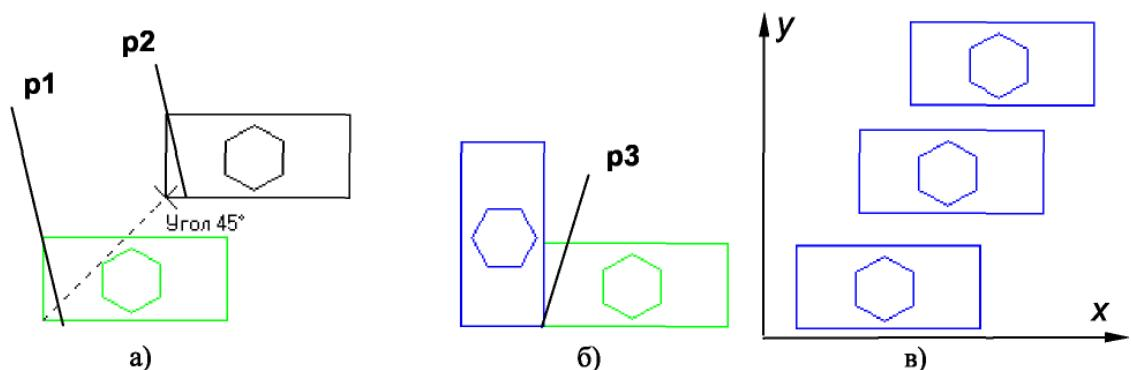

Рисунок 4.3 - Примеры использования команд сдвига и копирования объектов
3) указать положение базовой точки p1 (рис. 4.3 а);
4) указать новое положение базовой точки p2 (рис. 4.3 а);
- Копирование. Копирование осуществляется смещением копии по осям х и у (рис. 4.3в).